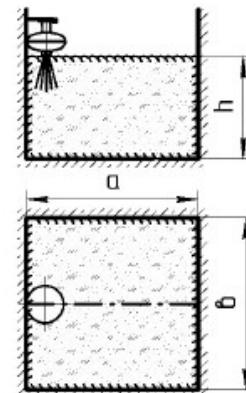

Figura 6
6.6 Aria de acoperire a jetului de pulbere și reprezentarea acesteia în zona focarului sunt prezentate în Figurile 4 și 5 și în Tabelul 2 pentru MPP cu montaj pe tavan, respectiv în Figura 6 și în Tabelul 3 pentru MPP cu montaj pe perete. Unghiul de pulverizare a jetului de pulbere de stingere este de  $30^\circ$ .
#### Parametri de stingere pentru MPP cu montaj pe perete, la o înălțime de montaj cuprinsă între 2 și 3 m (vezi Figura 6)